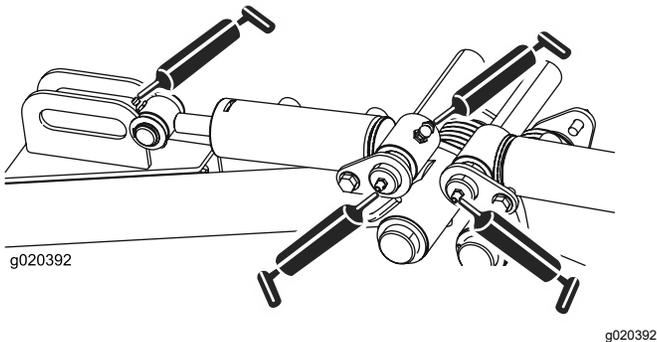

Figura 47
- Articulações do braço de elevação traseiro e cilindros de elevação (3 cada); consulte Figura 47.